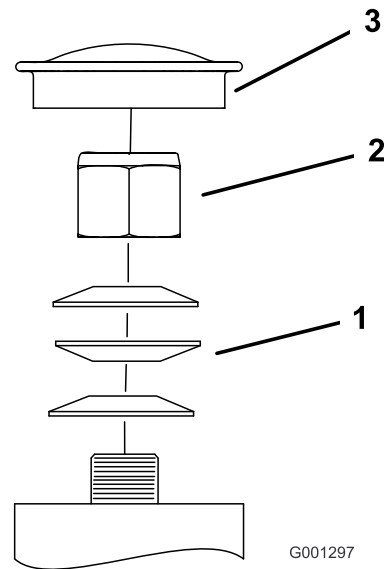

Figure 71
3. Retirez le capuchon antipoussière de la roue pivotante et serrez le contre-écrou (Figure 71).
4. Continuez de le serrer jusqu'à ce que les rondelles élastiques soient aplaties, puis desserrez-le de  $\frac{1}{4}$  de tour pour obtenir la précharge correcte des roulements (Figure 71).
**Important:** Veillez à placer les rondelles élastiques comme montré à la Figure 71.
5. Remettez le capuchon antipoussière en place (Figure 71).